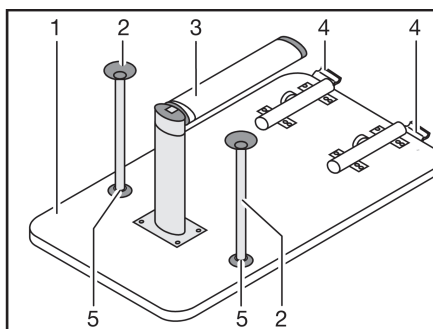

Fig. 76 Sommier de lit
- Soulever légèrement le plateau de table (Fig. 76,1) à l'avant d'env. 45°.
- Rabattre la partie inférieure du pied de table à joint (Fig. 76,3) de 90°. Suivant le modèle, tirer la partie inférieure du pied de table à joint vers le bas ou appuyer sur le bouton de déverrouillage.
- Appuyer sur le bouton de déverrouillage (Fig. 76,4) sur le dispositif de verrouillage.
- Suivant le modèle, enfoncer les deux pieds d'appui supplémentaires (Fig. 76,2) dans les fixations (Fig. 76,5) sur le dessous du plateau de table.